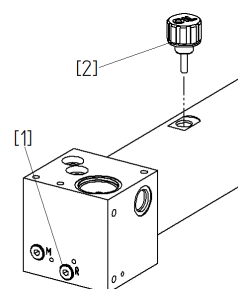

Bild 3
- Öppna skruven (1) och töm ut oljan
- Stäng skruven (1)
- Fyll på olja till markeringen på oljestickan (2), [17] (se Bild 3)